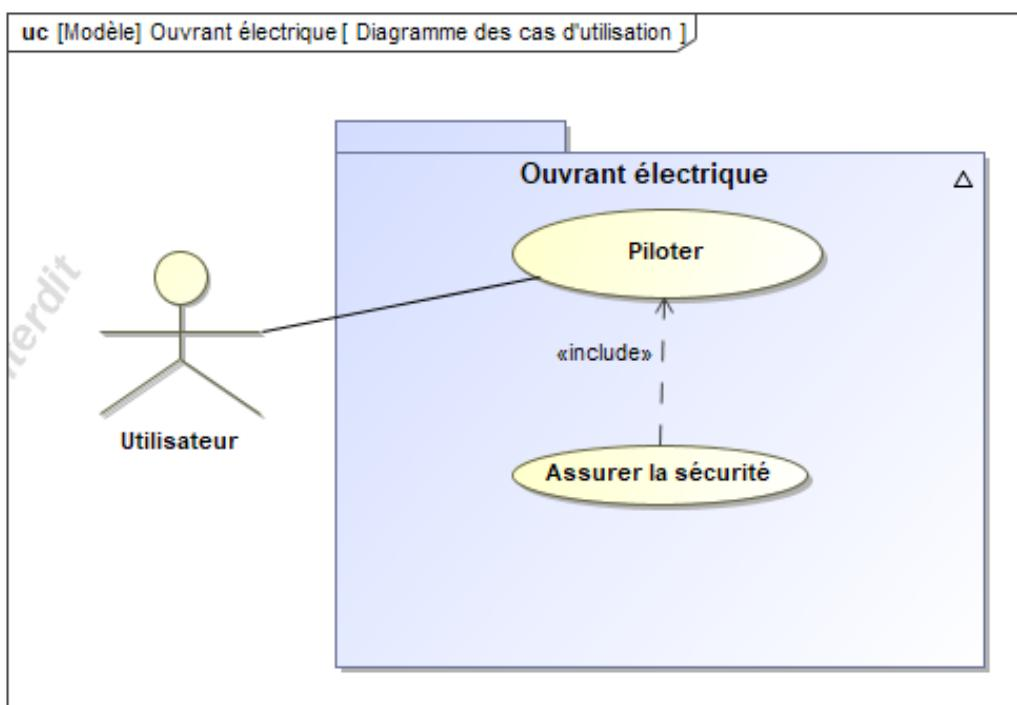

Figure 1 : différents types d'ouvrants du groupe PSA
0.1-On donne le schéma bloc simplifié (figure 1) d'un système d'asservissement en vitesse d'un chariot.